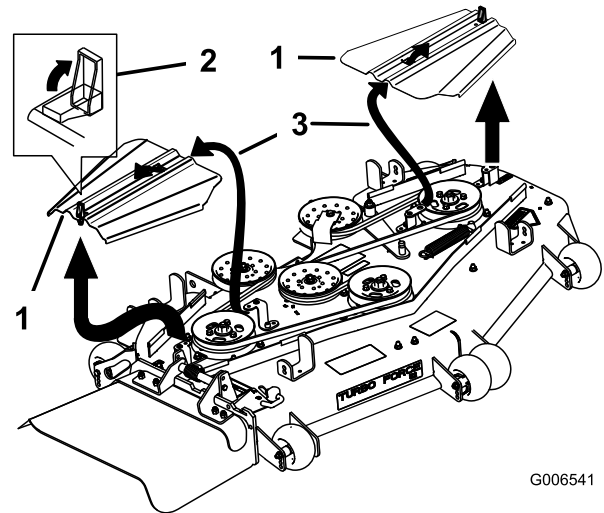

Figure 63
3. Retirez les couvercles de courroie (Figure 63).